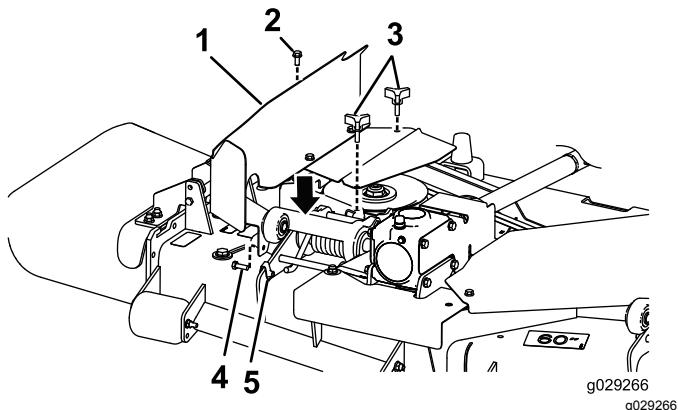

Figura 10
1. **Para plataformas sem o sistema de recolha de relva instalado:** Instale o conjunto do resguardo direito (Figura 10).